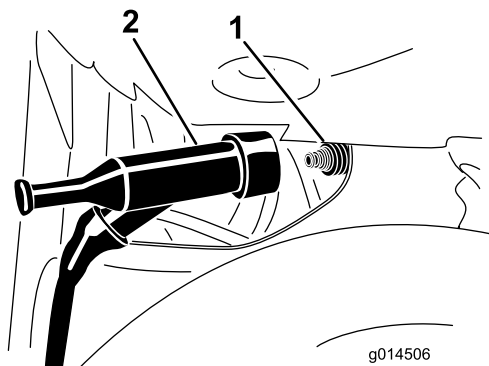
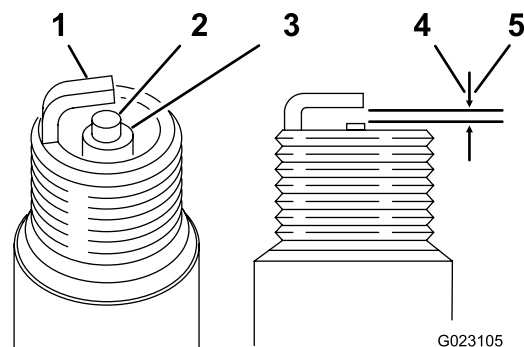

Figure 23
Figure 24
2. Débranchez le fil de la bougie (Figure 23).
1. Examinez le centre de la bougie (Figure 24). Si le bec isolant est recouvert d'un léger dépôt gris ou brun, le moteur fonctionne correctement. S'il est recouvert d'un dépôt noir, cela signifie généralement que le filtre à air est encrassé.
2. Contrôlez l'écartement entre l'électrode centrale et l'électrode latérale (Figure 24).
10. Déposez la bougie et vérifiez son état; voir Figure 23 et Figure 24.